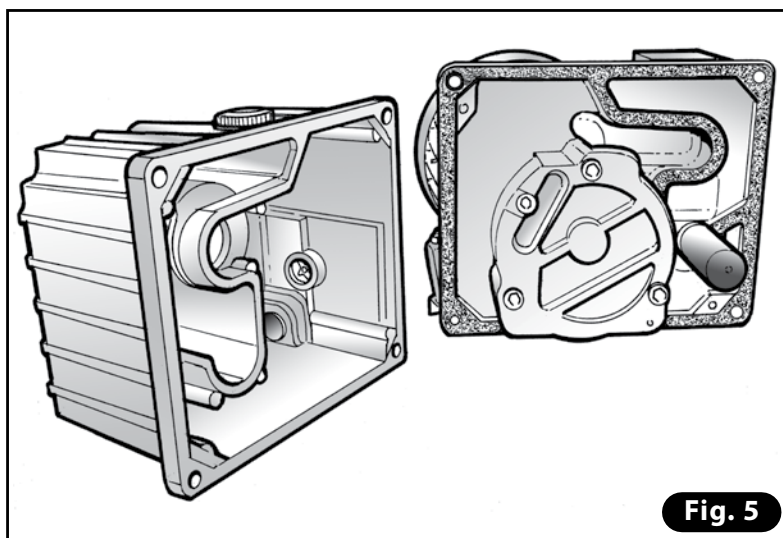

Fig. 5
- 4) Realizar una limpieza profunda de todas las partes del depósito utilizando un paño embebido en aceite, del mismo tipo utilizado en la bomba (**Fig. 5**).